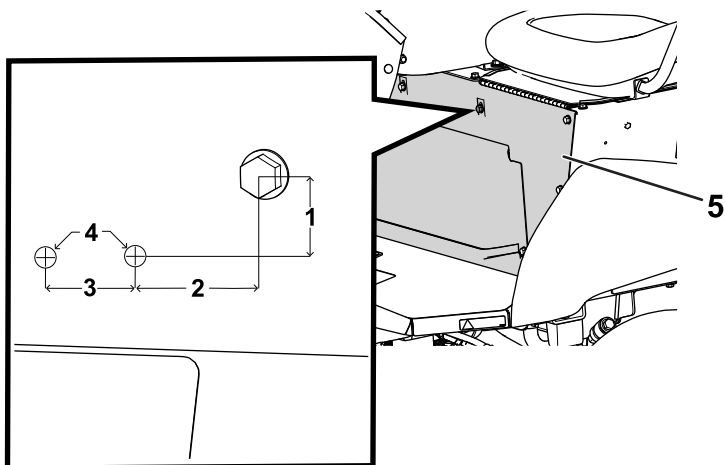

图 27
1. 从座椅底座上的螺栓在座椅底座上测量并钻出 2 个孔图 27。